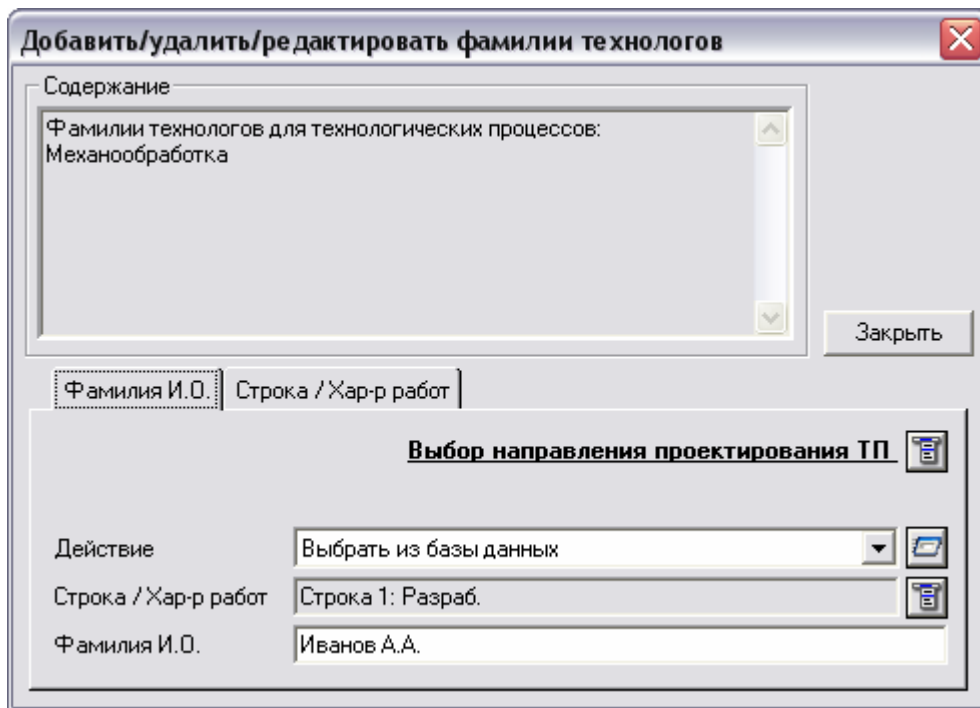

Рис. 55. Диалог
Справочник содержит фамилии лиц, участвующих в разработке и оформлении комплекта технологических документов, сводных ведомостей, управляющей программы и др. Справочник разбит по направлениям (механообработка, гальваника, термообработка и др.) и по разделам. Для работы со справочником используется диалог **Добавить/удалить/редактировать фамилии технологов** (см. Рис. 55).
3. В меню выберите направление, с данными которого хотите работать. Появится диалог для работы со справочником **Подписи / Фамилии технологов** по выбранному направлению (см. Рис. 55).